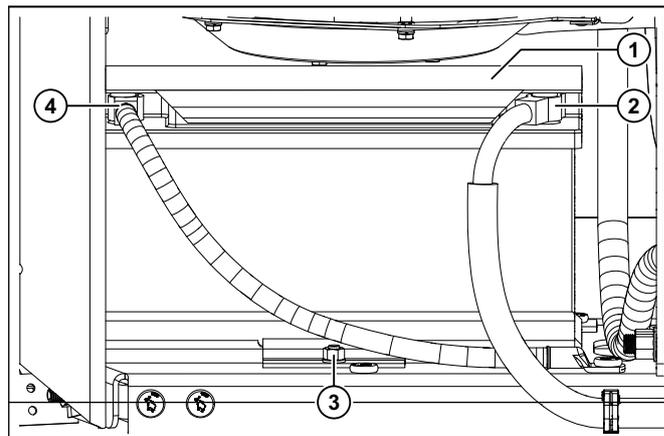

Рис. 49: Замена аккумуляторной батареи (пример)
- ⇒ см. «Рис. 49: Замена аккумуляторной батареи (пример)», стр. 88